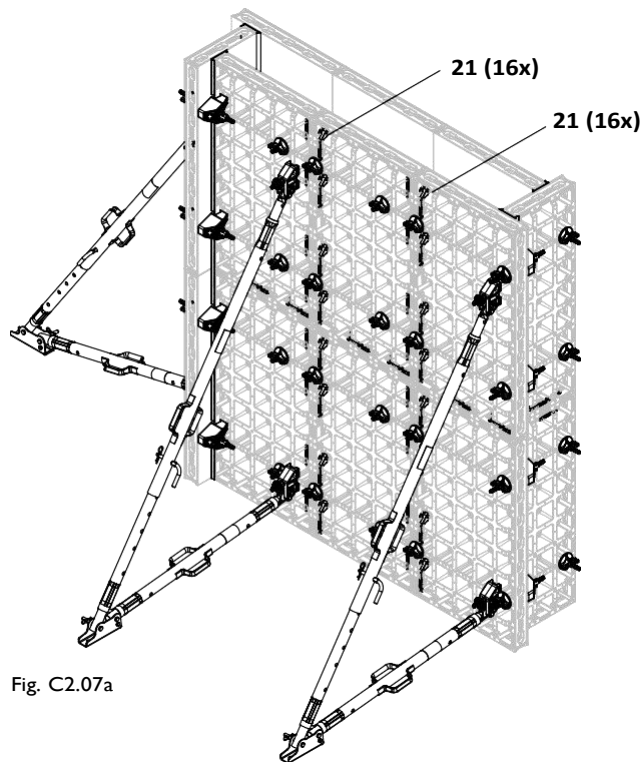

Fig. C2.07a
- Свържете на всяка вертикална фуга между елементите с по 4 съединителя DUO (21) от всяка страна. (Fig. C2.07a)
- За работни платформи на големи височини използвайте мобилно скеле. (Fig. C2.07a)
- Ако дългата страна на шайбата завършва с елемент DP 30 или DMP 45 (12.1), монтирайте изравнителен ригел DUO 62 (25) наобратно. Това ще предотврати припокриване с ъгловите съединители.